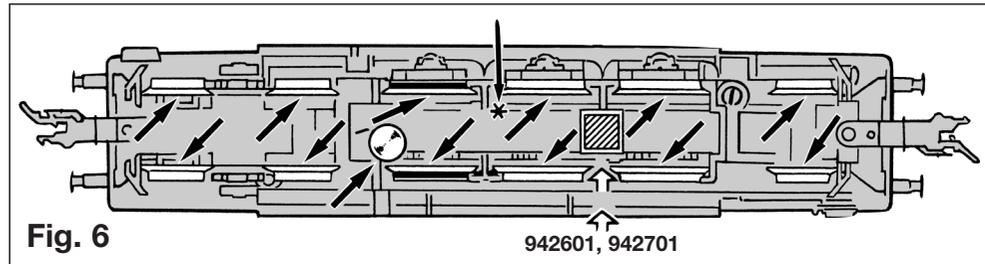

Fig. 6
Op de gekenmerkte plaats (↑) kan een **schakelmagneet 942601/942701** worden gelijmd. * Dit sterretje betekent dat de loc naar NEM-norm 621 „massa-kant“ aan de gemeenschappelijke zijde heeft (Fig. 6).
* Denne stjerne betegner den **masseførende (stel)** „fælles side“ af lok’et (Fig. 6).
L'elettromagnete di commutazione 942601/942701 può essere incollato nel punto indicato (↑) – vedi Fig. 6.
* L'asterisco indica secondo norma NEM 621 la „parte comune“ di conduzione massa della locomotive (Fig. 6)
The **switching magnet 942601/942701** can be glued in the position indicated (☆). * This star indicates the "common side" of the loco conforming to the standard NEM 621 (Fig. 6).
L'aimant permanent **942601/942701** peut être collé à l'endroit indiqué (☆). * Cette étoile désigne, d'après la norme 621, le "côté commun" de la version la plus courante de la loco (Fig. 6).